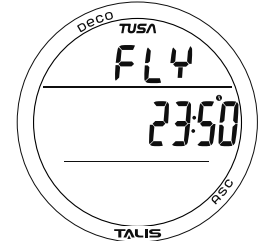

Abb. 47 - ZEIT BIS ZUM FLIEGEN
**Zeit bis zum Fliegen**, Informationen beinhalten (Abb. 47):